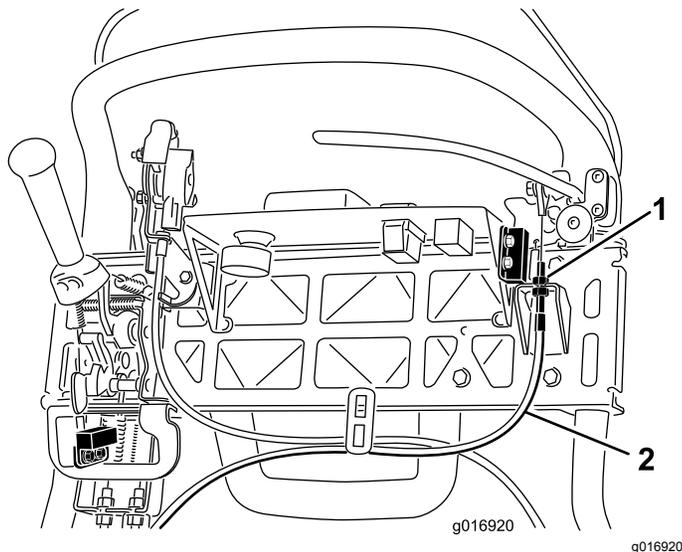

图44
3. 要增加拉线的张力请拧松上部拉线锁紧螺母并拧紧下部拉线锁紧螺母 图44 直至为了松开手刹锁定装置需要对刹车制动杆手柄施加 156N 的力。切勿调整过度或致使刹车带拖磨。